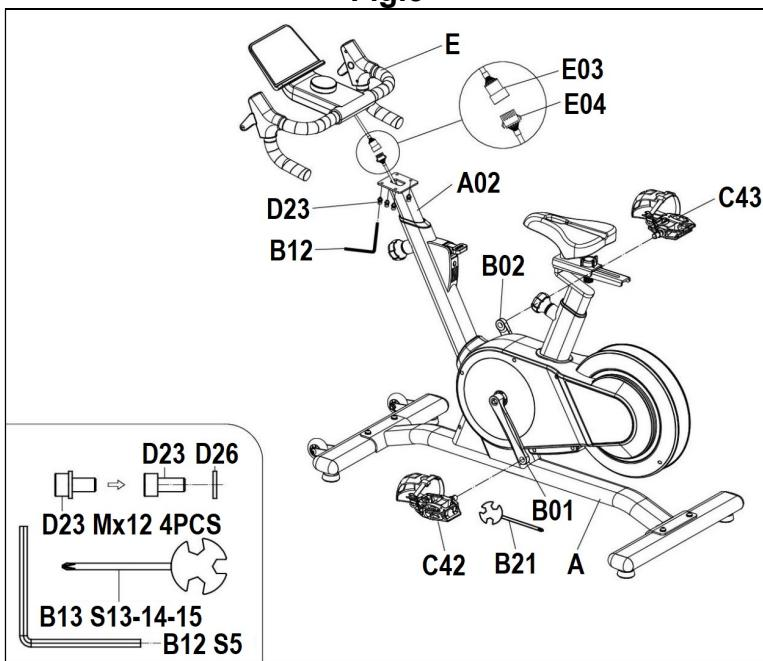

Fig.4
Coloque el sillín (F) sobre la deslizadera (A03) de la tija del sillín colocando el pomo (C29), el tope (A09) y apretando la tuerca (C36), Fig.4.